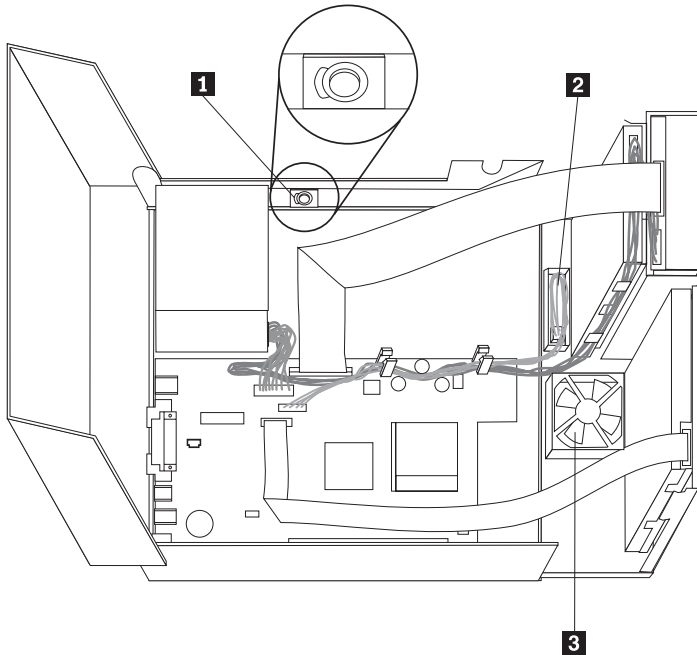

Figura 1. Altoparlante, ventola, pulsante di alimentazione e assieme dei LED
4. Individuare l’altoparlante **1**. Consultare la sezione Figura 1 a pagina 48.
5. Sollevare la linguetta e lasciare scorrere il pulsante alimentazione e l’assieme dei LED **2** fuori del relativo alloggiamento. Consultare la Figura 1 a pagina 48.
2. Ruotare l’assieme del vano dell’unità verso l’alto per accedere all’assieme della ventola **3**. Consultare la Figura 1 a pagina 48.